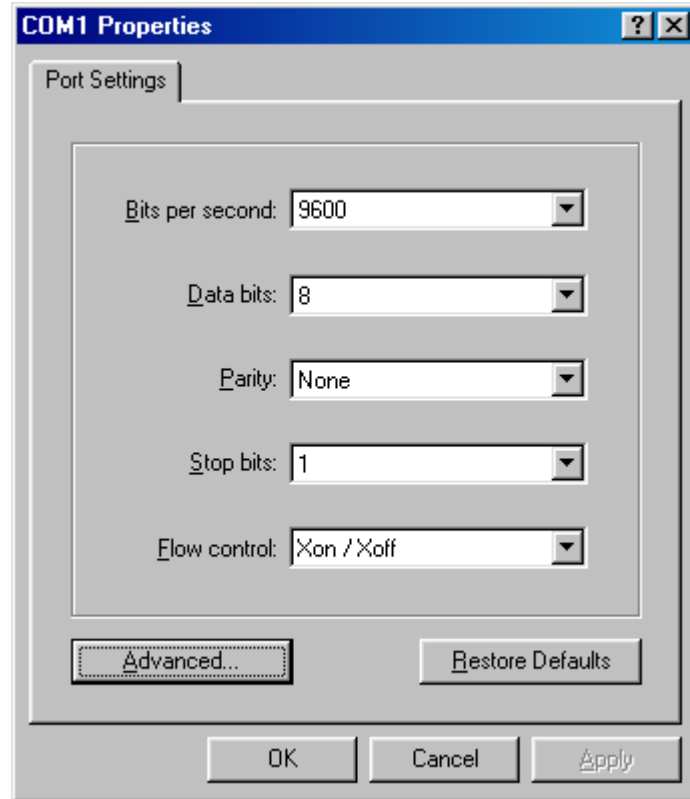

FIGURE 4 Boîte de dialogue Propriété™ COM1 de Microsoft Windows™
- e. Choisissez exactement les paramètres indiqués à la FIGURE 4, puis cliquez sur OK.